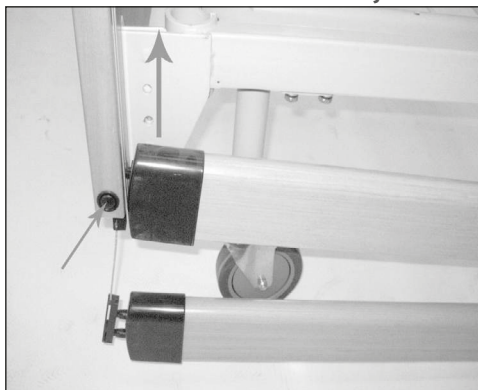

Fig.27
8. Inserire le due coppie di sponde nella parte inferiore delle guide predisposte sulla testiera e sulla pediera in legno. Eseguire questa operazione prima da un lato e poi dall'altro premendo il pulsante di bloccaggio per l'inserimento della slitta nella guida, successivamente rilasciare il pulsante per bloccarle (Fig.27)